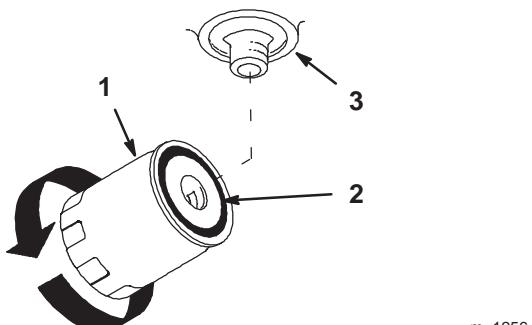

Figure 55
- Appliquez une fine couche de liquide hydraulique sur le joint en caoutchouc du filtre de rechange (Fig. 55).
- Remplissez le réservoir hydraulique jusqu'à ce que le liquide déborde du filtre. Tournez alors le filtre à huile dans le sens horaire jusqu'à ce que le joint en caoutchouc vienne toucher l'adaptateur du filtre. Serrez ensuite le filtre de 1/2 tour supplémentaire (Fig. 55).